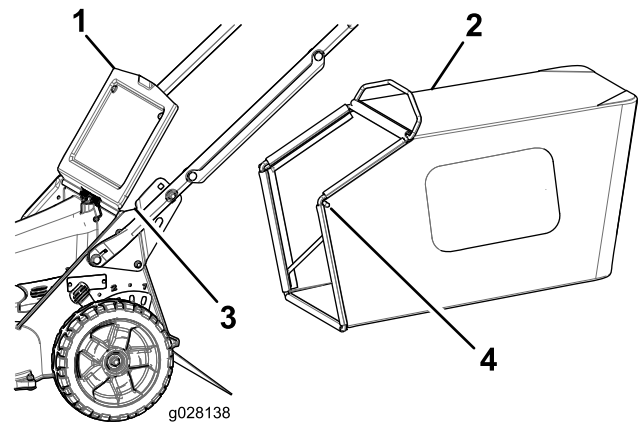

Figura 17
2. Levante y sujete la puerta trasera (Figura 17).
4. Inserte los extremos de la varilla de la bolsa en las muescas de la base del manillar, y mueva la bolsa hacia adelante y hacia atrás para verificar que los extremos de la varilla están asentados en el fondo de cada muesca (Figura 17).
3. Retire la varilla de la bolsa de recogida de las muescas de la base del manillar (Figura 17).